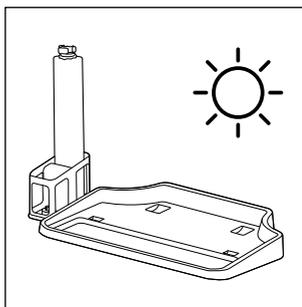

Fig. 38
- ◆ Per fare asciugare il rullo a spazzola **6** è anche possibile collocarlo dritto nel supporto del rullo a spazzola **5** della stazione di parcheggio e pulizia (vedere fig. 38).